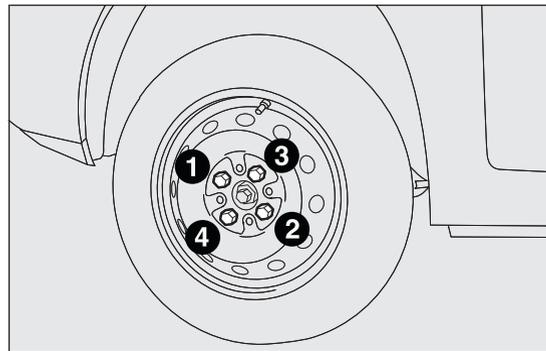

fig. 125
- con la llave suministrada, apretar a fondo los pernos, pasando alternativamente de un perno al diametralmente opuesto, siguiendo el orden numérico ilustrado en fig. 125 .